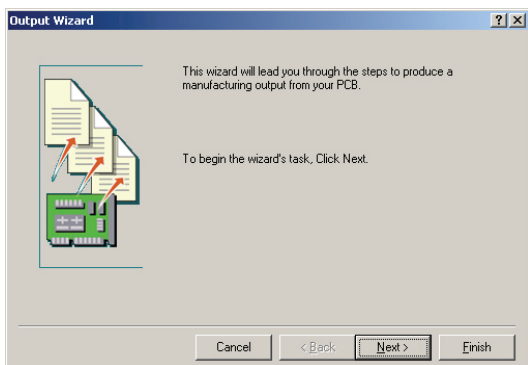

图 6-105 “Output Wizard” 对话框
- 4) 系统弹出如图 6-105 所示的“Output Wizard”对话框，然后单击“Next”按钮。